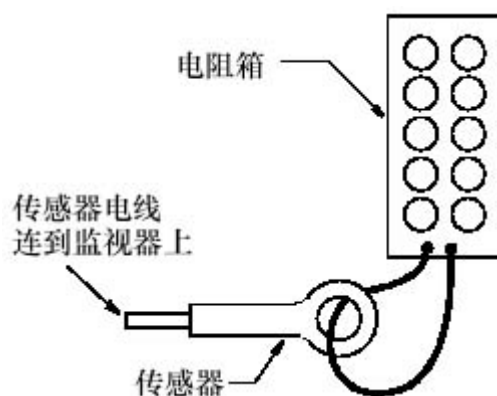

图 15. 传感器磁化检查
2. 在传感器与监视器连接的状态下，按图 15 所示，将一根电线穿过传感器内孔。将电线的两端连到电阻箱上并打开监视器（如果还未打开的话）。